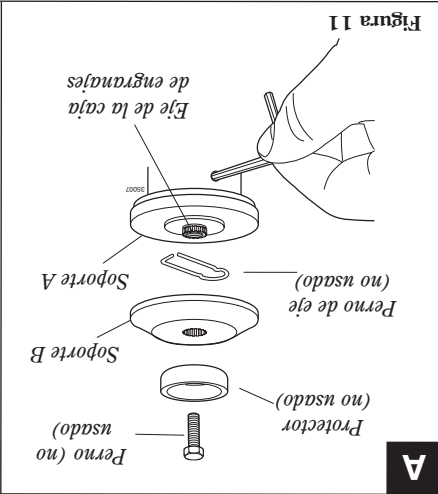

Figura 11
1. Con el eje de salida de la caja de engranajes cara arriba, gire el eje central y el soporte A hasta que la muesca en el borde de la caja de engranajes, y luego asegure el soporte a la caja de engranajes insertando el lado más largo de la llave hexagonal a través de ambas muescas. Consulte la figura 11-A.
2. Usando la llave combinación de buja/destornillador, retire el perno de eje, el protector de perno, el soporte B y el retén de seguridad. (El protector de perno, perno de eje y el retén de seguridad no son usados con un cabezal de recorte). Consulte la figura 11-A.
4. Usando la llave hexagonal para asegurar el soporte A, instale y apriete con la mano el cabezal (para instalar, gire en dirección contraria a las agujas del reloj). Consulte la figura 11-B.